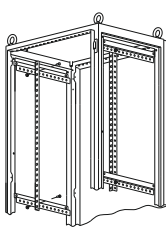
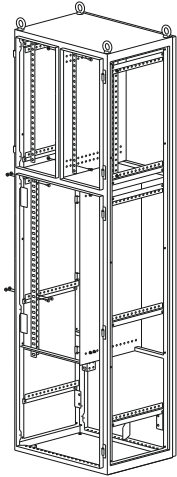

Рисунок 2
Рисунок 3
4.3.2 Приложите уголок вертикальный с внутренней стороны к боковым профилям шкафа на нужной высоте и глубине с учётом перфорации и закрепите комплектом соединительным КС (рисунок 2). При установке уголков в шкаф ВРУ-3 один из уголков прикручивается к внутренней разделительной перегородке (рисунок 3). Момент затяжки – 5 Н·м.